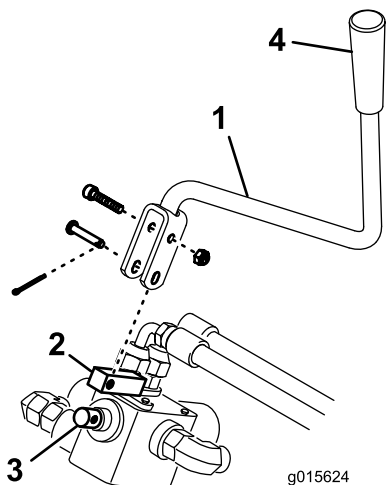

Figura 10
19. Montate la leva perno sulla maniglia con una vite a brugola e un dado di bloccaggio (Figura 10).
20. Installate la manopola di comando sulla maniglia (Figura 10).